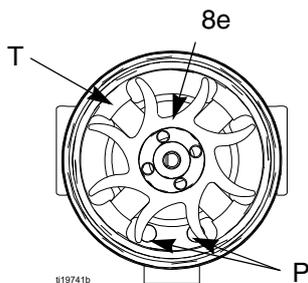

图 28. 扇形方向
7. 将线圈组件 (8a) 固定在工作台上，使扇形端朝上。使用宽边螺丝刀撬开转轴 (S) 上的扇形 (8e)。
10. 将新的底部轴承 (8b1) 安装在转轴 (S) 的较长端。轴承的扁平侧必须背向磁铁 (M)。装入线圈 (8a)，使轴承叶片与线圈表面齐平。
12. 将线圈组件 (8a) 固定在工作台上，使扇形端朝上。将扇形 (8e) 按压在转轴 (S) 的较长端上。扇叶的方向必须如图 28 所示。
13. 小心将线圈组件 (8a) 按压至外壳 (8d) 前部，同时将线圈的针脚与外壳槽位对齐。3 线连接器 (PC) 必须位于外壳止动舌上较宽凹槽 (W) 的下方。
14. 旋转扇形 (8e)，使扇形叶片清洁外壳背部的四个轴承止动舌 (T)。确保底部轴承 (8b1) 的叶片与止动舌对准。